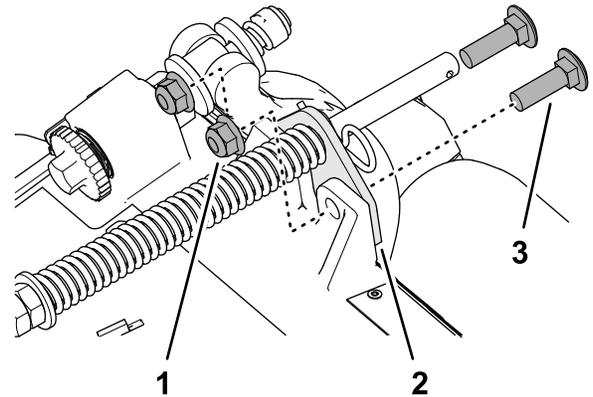

図 8
2. ターフ補正器用ブラケットをカッティングユニットのフレームに固定しているフランジロックナット $\frac{3}{8}$ "2個、キャリッジボルト $\frac{3}{8}$  x 1- $\frac{1}{4}$ "2本を外す 図 8。